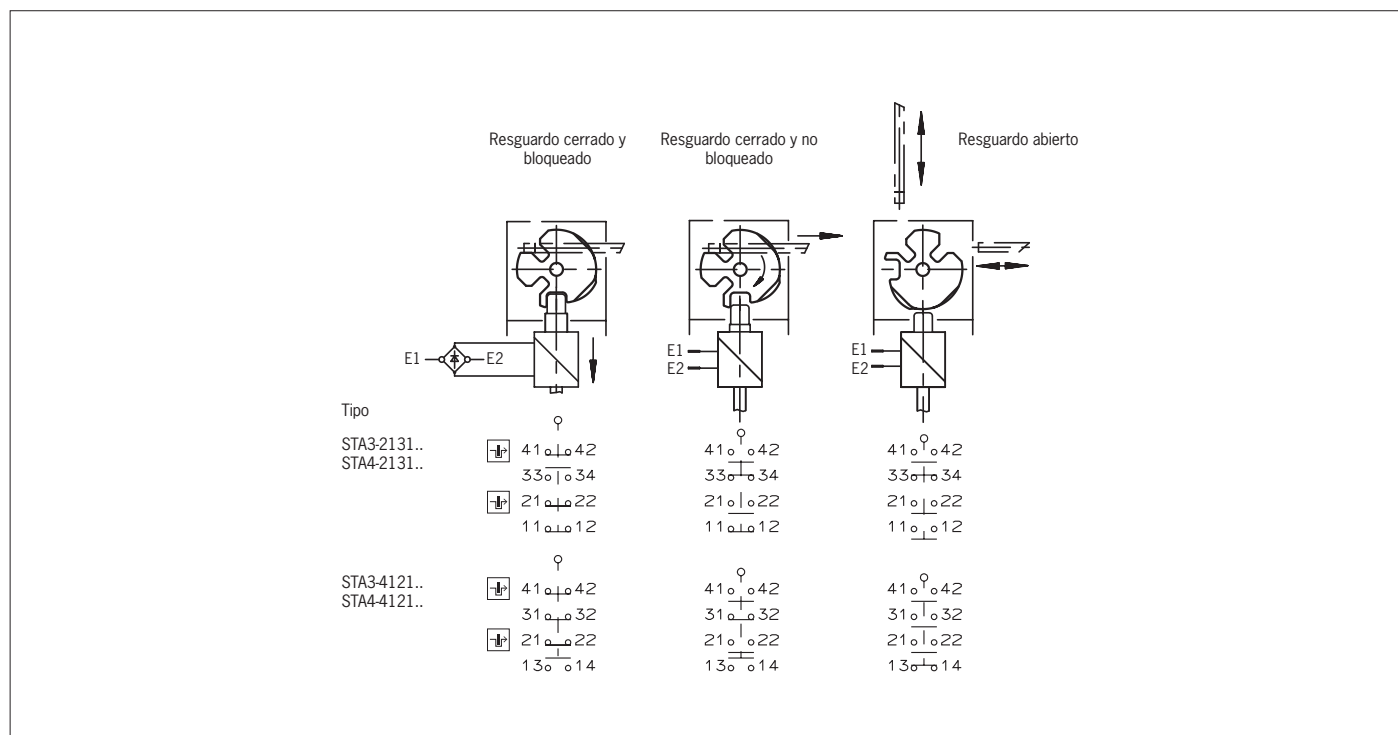

Fig. 3: Elementos interruptores y funciones de conmutación
2. Apriete las conexiones y los bornes con 0,5 Nm (para la asignación de contactos, consulte la Fig. 3).